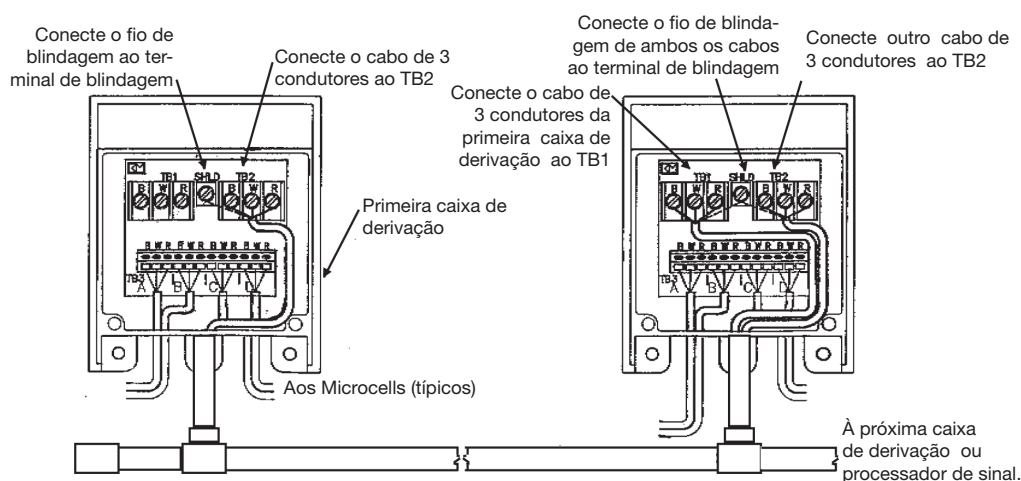
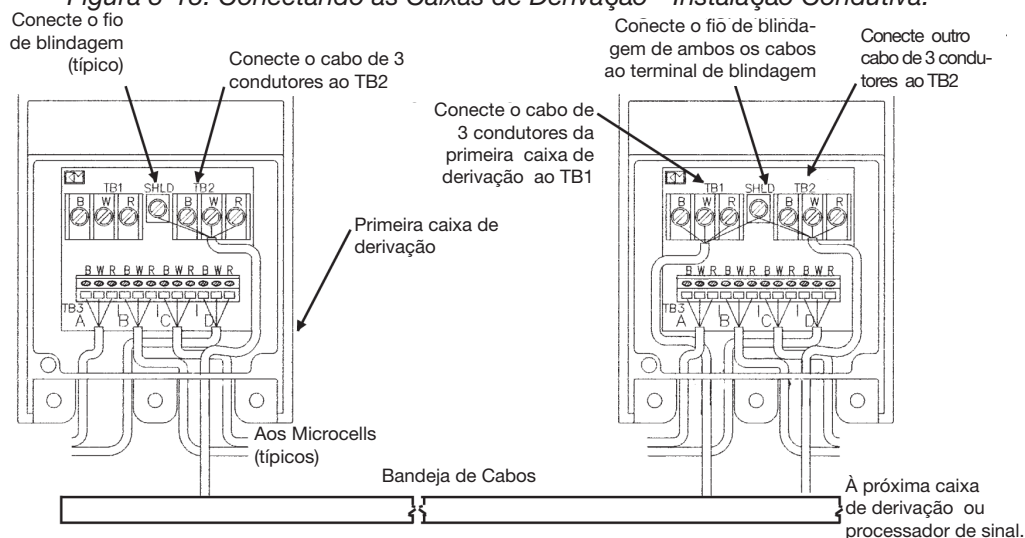

Figura 3-15. Conectando as Caixas de Derivação - Instalação Condutiva.
Figura 3-16. Conectando as Caixas de Derivação - Instalação Não-Condutiva.
2. Vide Figura 3-15 (para uma instalação condutiva) ou a Figura 3-16 (para uma instalação não-condutiva). Guie o cabo de 3 condutores pelo encaixe até a caixa de derivação mais distante do processador de sinal. Conecte os fios do cabo ao terminal TB3 à caixa de derivação; fio preto ao terminal B, fio branco ao terminal W e fio vermelho ao terminal R. Conecte o fio de blindagem do cabo ao terminal de blindagem entre TB1 e TB2.